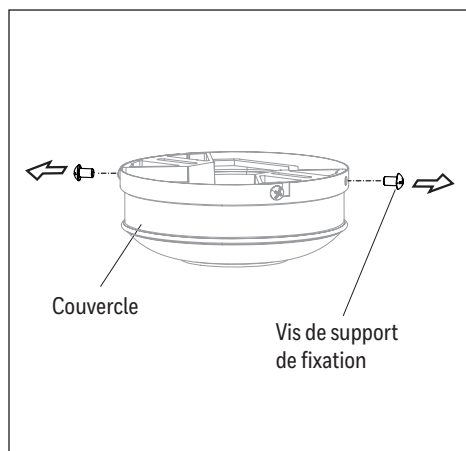

Figure 2.1
1. Desserrez les quatre vis de support de fixation situées sur le support de fixation, puis retirez complètement les deux vis de support de fixation des trous ronds du couvercle. Mettez-les de côté pour une utilisation ultérieure. Retirez le support de fixation du couvercle (Figure 2.1).